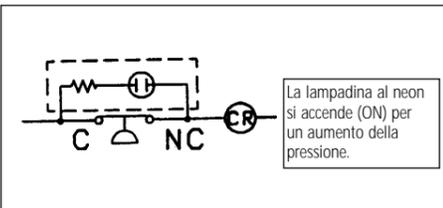

Fig. 3
Cablaggio indicatore ottico ON (aumento di pressione) (Fig. 3)
Per collegare l'indicatore ottico in modo che si accenda (ON) al rilevamento di un aumento della pressione, solo il contatto B deve essere collegato in conformità allo schema riportato nella Fig. 3.